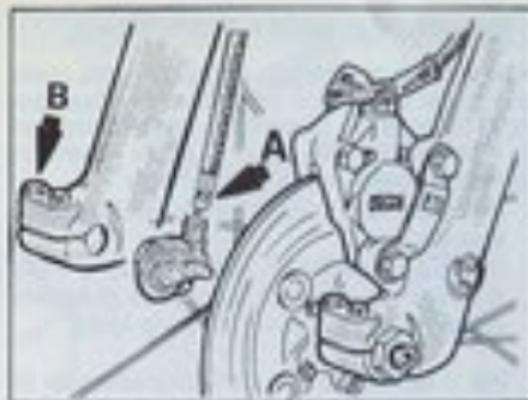

Fig. 31 - Smontaggio ruota anteriore.
- svitare la trasmissione contachilometri dal rinvio situato sul lato destro del veicolo tra la gamba forcella ed il mozzo ruota (A fig. 31);
- allentare le viti di bloccaggio foderi (B fig. 31)